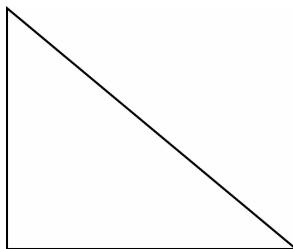

图 3-31 绘制直线对象
(1) 绘制长度为 78 mm、94 mm 的直线,连接后形成一个三角形,如图 3-31 所示。